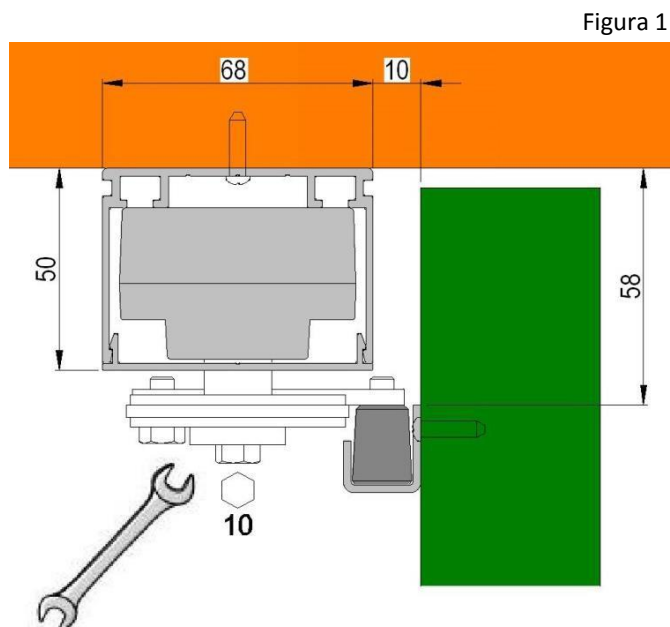

Figura 1
4.2 Fissare le guide di scorrimento dei bracci alle ante, rispettando le misure indicate in figura 1.
In caso di mancanza di alimentazione, se le ante non si spostano manualmente, allentare la vite di fissaggio del braccio di movimentazione (come indicato in figura 1).